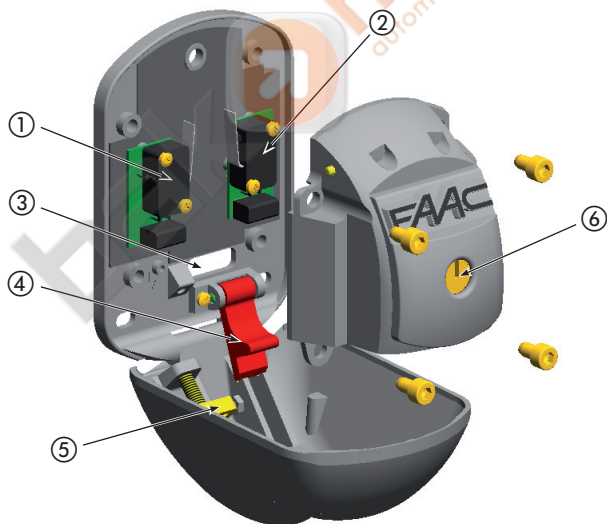

Fig. 2
**Accertarsi che lo sportello del dispositivo XK 21 sia mantenuto aperto dalla Leva di Blocco rossa rif. 4) di Fig.2 prima di procedere al serraggio del cavo sul tensionatore.**
- A = azionamento micro rif. 2) in Fig.2
- B = azionamento micro rif. 1) in Fig.2
**Make sure that the door of the XK 21 device is kept open by the red Locking Lever ref. ④ in Fig.2, before tightening the cable on the tensioning device.**